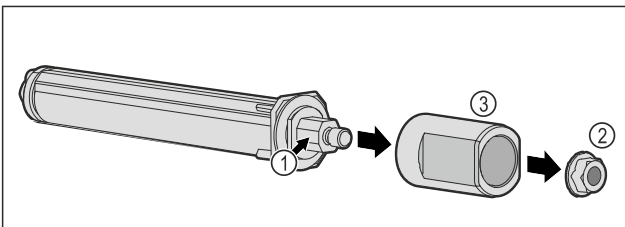

Fig. 54
- ▶ Nerozebírejte uzávěrací systém dvířek Fig. 54 [1].
- ▶ Odstraňte matici Fig. 54 [2].
- ▶ Vyměňte objímku Fig. 54 [3].